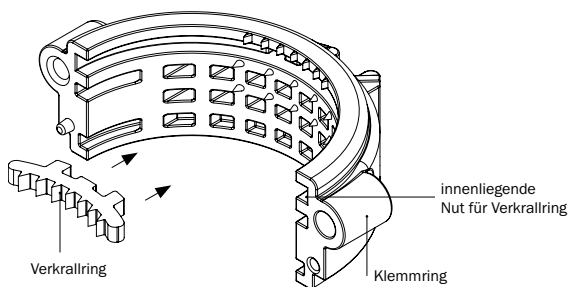

Abbildung 5.10: Verkrallring, 2-teiliger Klemmring
- Jeweils einen Teil des Verkrallrings in die dafür vorgesehene innenliegende Nut des Klemmrings einlegen (2x) (s. Abbildung 5.10).